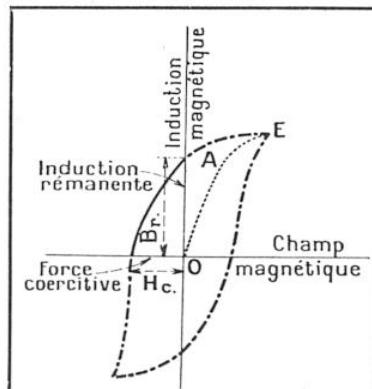

FIG. 1. - COURBE D'HYSTÉRÉSIS DU MAGNÉTISME D'UN AIMANT
d'un métal magnétique dans un champ magnétique intense (1) ; le champ créé par le barreau qui s'aimante s'ajoute au champ primitif. L'intensité du nouveau champ magnétique s'appelle *induction magnétique* du barreau (2). Si l'on trace une courbe en portant en abscisse le champ et en ordonnée l'induction, on obtient, en partant de zéro, une courbe telle que *OAE* (fig. 1).